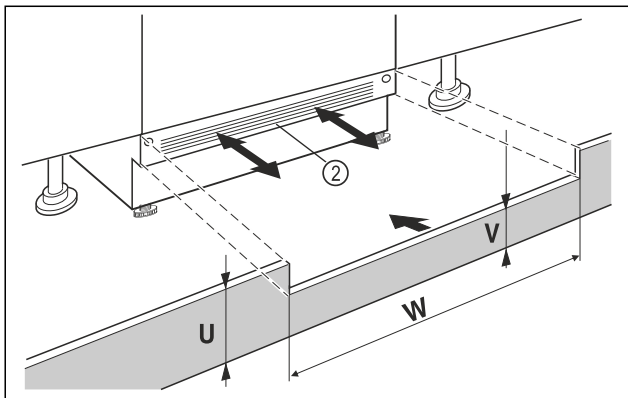

Fig. 96 Voorbeeldweergave
- Plaats de afdekking van de onderkant van het apparaat Fig. 96 (2) maar zet hem nog niet vast.
- Als de sokkelafdekking Fig. 96 (2) zichtbaar is, trek het dan naar voren totdat de voorkant van het ventilatierooster en de sokkelafdekking van het meubel gelijk zijn.
- Bij een verborgen sokkelafdekking Fig. 96 (2), deze gehele naar achteren schuiven.
- Controleer of de ventilatiesleuven volledig vrij zijn: Snijd indien nodig de hoogte van de sokkelafdekking Fig. 96 (U) op maat!
- Pas de hoogte van de balk onder de sokkelafdekking van het apparaat Fig. 96 (W) aan de breedte Fig. 96 (V) van de nis Fig. 96 (2) aan.